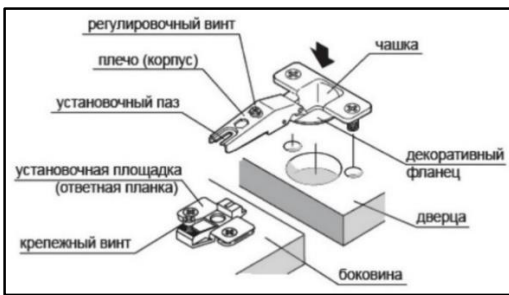

Рис. 2 Установка петель
15. Закрепите ответные планки петель на деталь 1 или 2 (зависит от открывания фасада) и петли накладные на деталь 9 с помощью саморезов 4x16 мм. См. (рис. 2, стр. 5).
17. Установите и отрегулируйте фасад (деталь 9). См. (рис. 2, стр. 5).